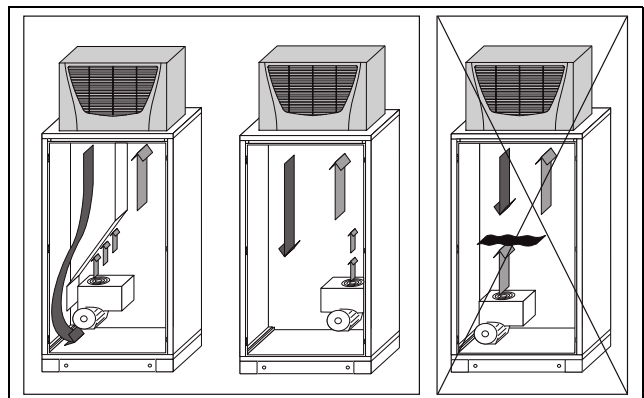

Bild 3: Rikta aldrig kallluftström mot aktiva komponenter
- Var särskilt uppmärksam på luftströmmen från elkomponenternas egna fläktar (bild 3). I vårt tillbehörssortiment finns det komponenter för målinriktad luftstyrning, se Rittals handbok.